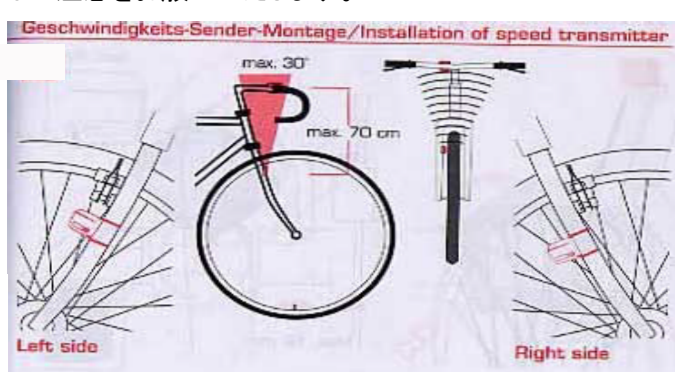

図2
- 1: DTSセンサーをフォークに取付後、メーター本体取付け位置はDTSセンサー位置に対し30度以内及び70cm以内の範囲で取付けてください。(図2参照)